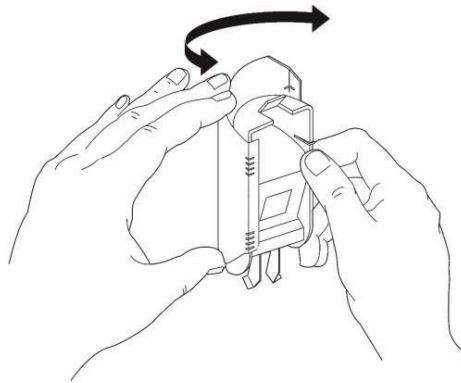

FIGURA 7
2. Rimuovere la lente sganciandola dai supporti laterali (Figura 7) che la fissano alla sua custodia plastica.